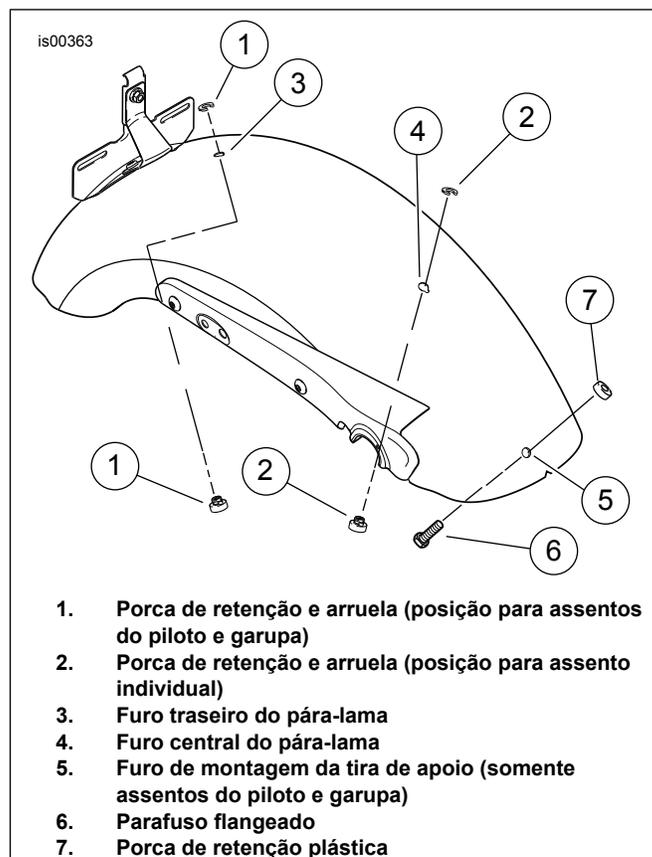

Figura 1. Localização da porca de retenção
5. Veja a Figura 1. Remova a tampa plástica do furo da extremidade traseira do pára-lama (3).
6. Remova a porca e a arruela (1) de retenção do assento do furo de montagem do assento individual.